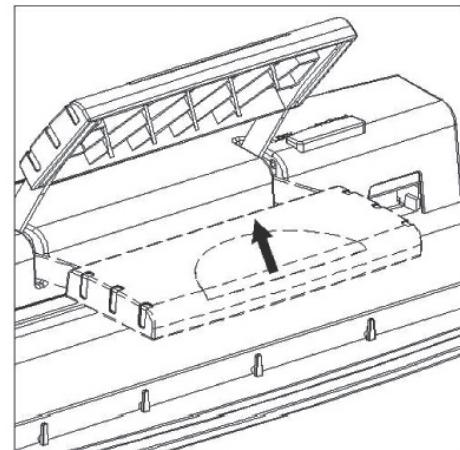

Abb. 3
- Stanzplatte in die geöffnete Position schieben (siehe Abbildung 3).